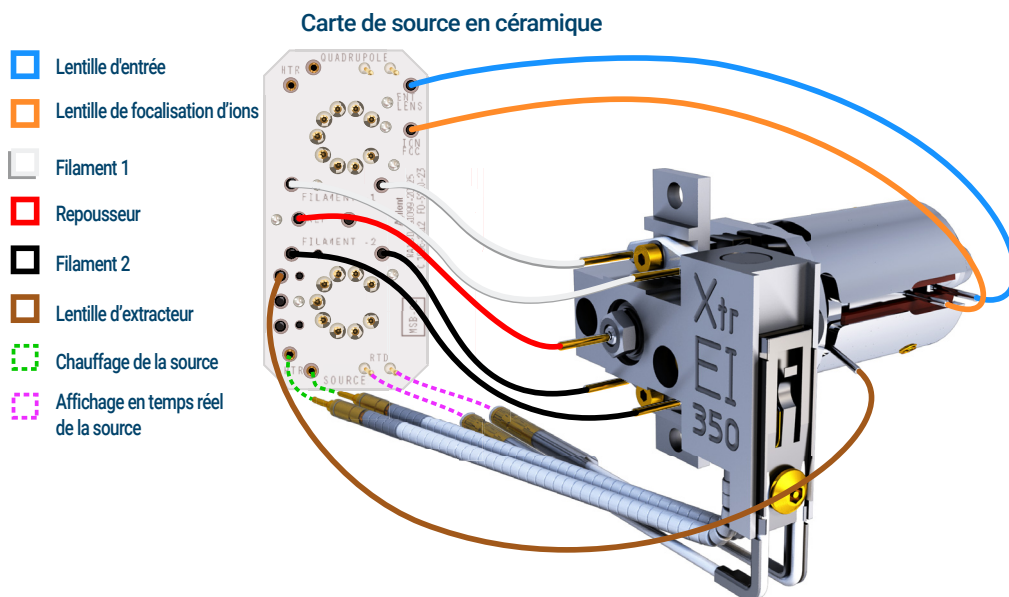

Figure 49. Câblage de la source EI XTR
- 2 Utiliser des brucelles ou une pince pour brancher ou débrancher les fils du chauffage de la source au niveau de la carte de la source en céramique (CSB). (Voir **Figure 49**.)